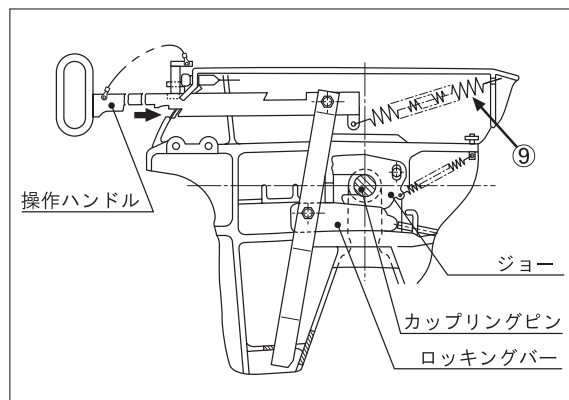

図 16
交換作業に取り掛かる前に手足を挟まれ怪我をしない様操作ハンドルが押し込まれ（図16 矢印の方向）ジョーが閉じた状態にしてからダブルテンションスプリング⑨の片側を取り外して下さい。